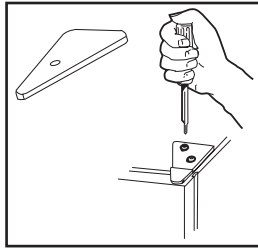

fig. 5
## Revirtiendo el eje de la Puerta (fig. 5 y 6)
2. Utilizando un destornillador retire el protector de la visagra en la parte superior de la unidad, retire los 2 tornillos que sujetan la misma. Retire la visagra deslizando hacia arriba y déjela a un costado. (ver fig 5)